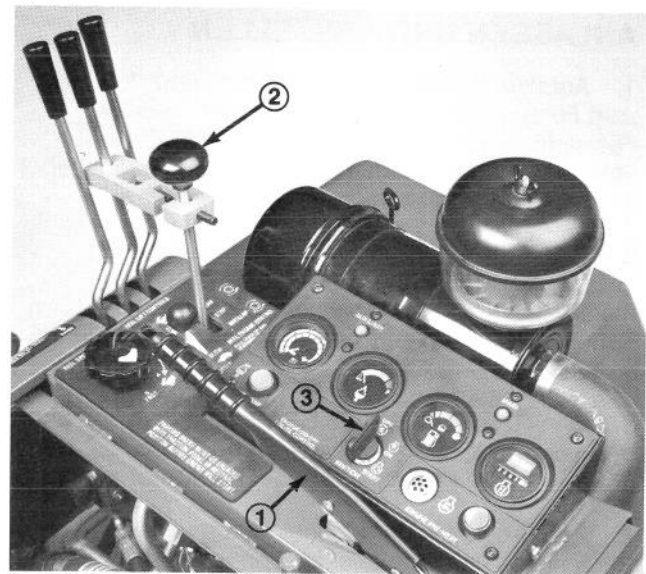

Bild 15
2. Auf dem Fahrersitz Platz nehmen und die Feststellbremse anziehen (Bild 15). Den Zündschlüssel drehen und versuchen, den Motor, mit dem Mähen/Läppen-Bedienungshebel (Bild 15) in der MÄHEN- und der Läppen-Position, zu starten. Wenn sich der Motor drehen läßt, hat sich eine Störung ergeben, die unverzüglich behoben werden muß. Wenn sich der Motor nicht drehen läßt, funktioniert der Mähspindeltriebsschalter richtig.
3. Auf dem Fahrersitz Platz nehmen und die Feststellbremse lösen (Bild 15). Den Zündschlüssel drehen und versuchen, den Motor, bei Stellung des Mähen/Läppen-Bedienungshebels auf STOP (Bild 15), zu starten. Wenn sich der Motor drehen läßt, hat sich eine Störung ergeben, die unverzüglich behoben werden muß. Wenn sich der Motor nicht drehen läßt, funktioniert der Bremsschalter richtig.
4. Die Feststellbremse anziehen (Bild 15), den Motor starten und die Mähspindeln absenken. Den Mähen/Läppen-Bedienungshebel (Bild 15) auf MÄHEN stellen. Jetzt vom Fahrersitz abheben; der Motor müßte sich jetzt innerhalb weniger Sekunden abstellen, wodurch die korrekte Funktion des Sicherheitsschalters angezeigt wird. Auch mit dem Bedienungshebel auf Läppen zick vom Fahrersitz abheben. Der Motor muß sich abstellen, wodurch auf die korrekte Funktion des Sicherheitsschalters hingewiesen wird. Wenn der Motor nicht abstellt, hat sich eine Störung eingestellt, die unverzüglich behoben werden muß.